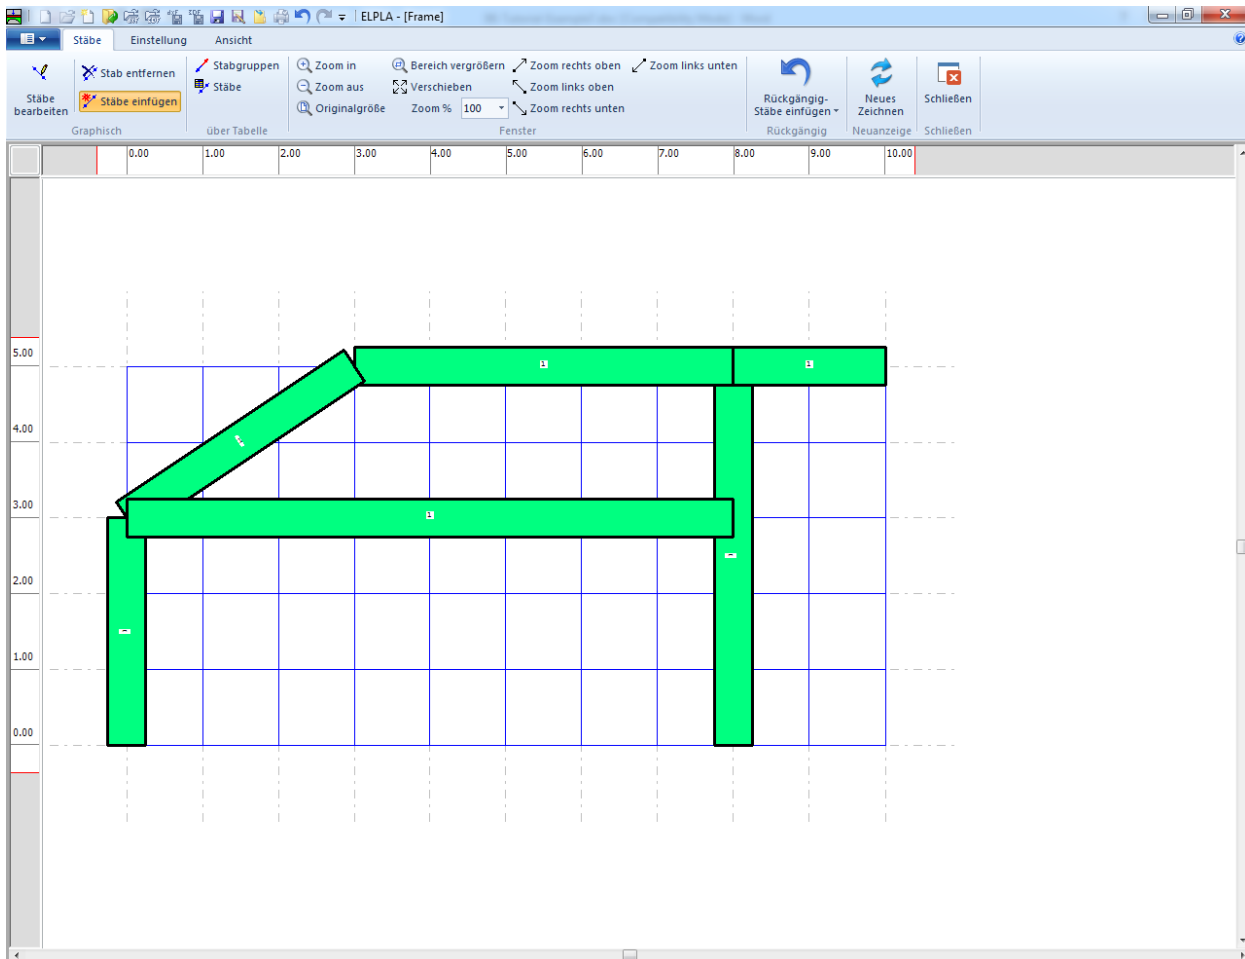

Bild 7.17 Rahmentragwerk mit Stäben auf dem Bildschirm
Wiederholen Sie die vorherigen Schritte, um die übrigen Stäbe im Netz einzufügen. Nachdem Sie die Definition aller Stäbe beendet haben, sollte der Bildschirm wie das folgende Bild 7.17 aussehen.
- Wählen Sie "Speichern" aus dem "Datei"-Menü im Bild 7.17, um die Daten der Stäbe zu speichern
- Wählen Sie "Schließen" aus dem "Datei"-Menü im Bild 7.17, um das Fenster "Stäbe" zu schließen und zum Hauptfenster des Programms *ELPLA* zurückzukehren